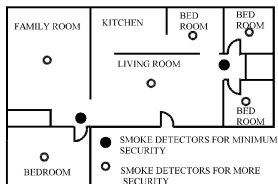

Abbildung 2: Standorte zur Anbringung von Rauch- und Wärmemeldern für einstockige Wohnungen mit mehr als einem Schlafbereich
- ◆ Installieren Sie einen Rauch- und Hitzemelder im Flur außerhalb eines jeden separaten Schlafbereichs, wie in Abbildung 1 dargestellt. Zwei Detektoren sind erforderlich in Häusern mit zwei Bereichen mit Schlafzimmern, wie in Abbildung 2 gezeigt.